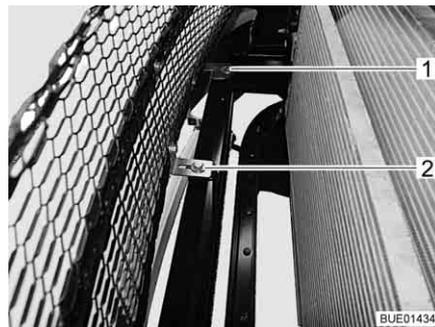

Bild 259 Befestigung des Kunststoff-Vorbaus
- Am vorderen Rahmen 2 Schrauben (Bild 259, 1 und 2) mit Scheiben lösen und entfernen.
- Am Vorbau neben der Motorraumöffnung 2 Schrauben (Bild 259, 4) mit Scheiben lösen und entfernen.